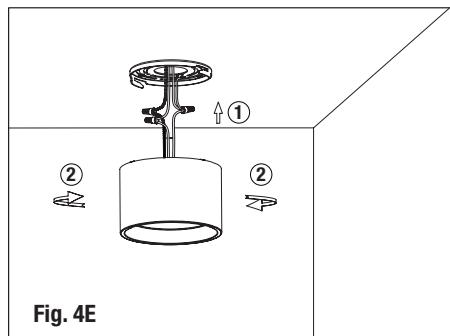

Fig. 4E
4. Then align the lamp slot with the mounting bracket buckle and push upwards (1), Rotate the lamp until it is completely fixed (2) (Fig. 4E).
4. Alignez ensuite la fente de la lampe avec la boucle du support de montage et poussez vers le haut (1). Tournez la lampe jusqu'à ce qu'elle soit complètement fixée (2) (Fig. 4E).